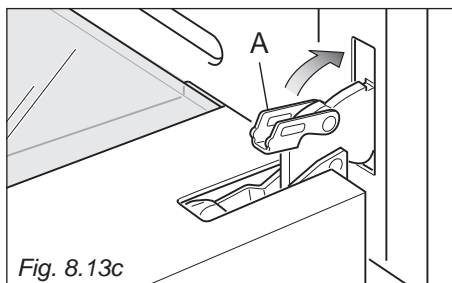

Fig. 8.13c
4. Fermer le levier "A" sur les charnières gauche et droite (fig. 8.13c).